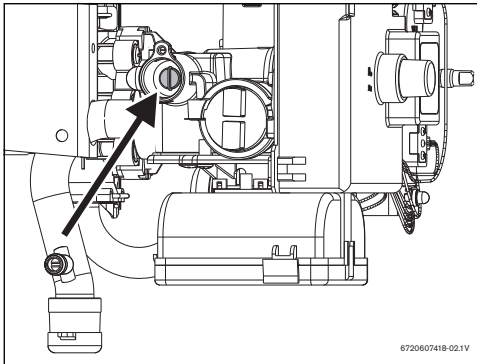

Bild 19 Einstellschraube max. Gasmenge
- Plombierung von der Einstellschraube entfernen (Bild 19).
- Mit der Einstellschraube (Bild 19) den Düsendruck gemäß Tabelle 11 einstellen.